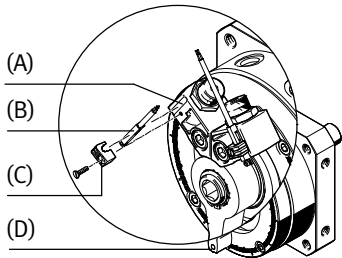
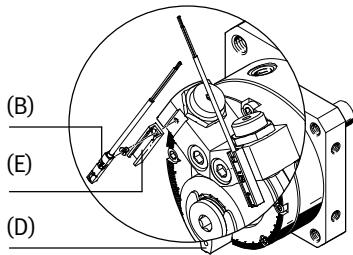

Fig. 21
Fig. 22
• 接近开关（B）的安装位置如下（Fig. 21、Fig. 22）：